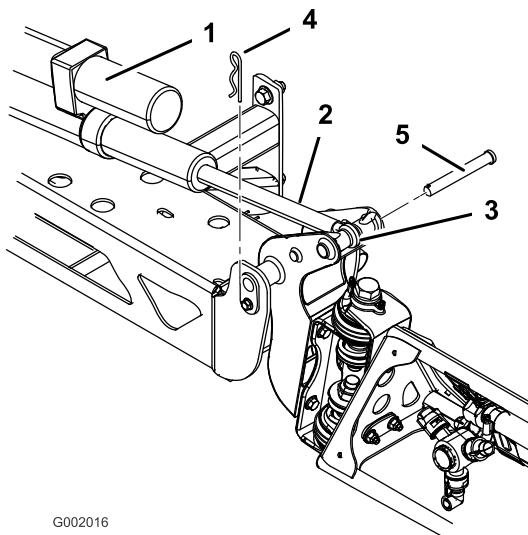

Figura 36
2. Retire o contrapino do pino de articulação (Figura 36).
3. Levante a rampa e retire o pino (Figura 36). Faça descer lentamente a rampa até ao solo.
6. Levante a rampa para alinhar a articulação com a barra do accionador. Enquanto segura na rampa, insira o pino através tanto da articulação da rampa como da barra do accionador (Figura 36).